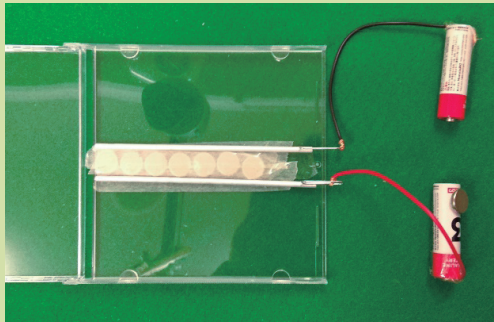

図5 レールと電池の接続の方法
- ③ 電池の接続には、ネオジム磁石1個を使う。ゼムクリップの足をのばした先は、【図5】のように、アルミパイプの穴の中に差し込む。レールの+-を変えたい場合は、ゼムクリップを一度抜いてから、他方に